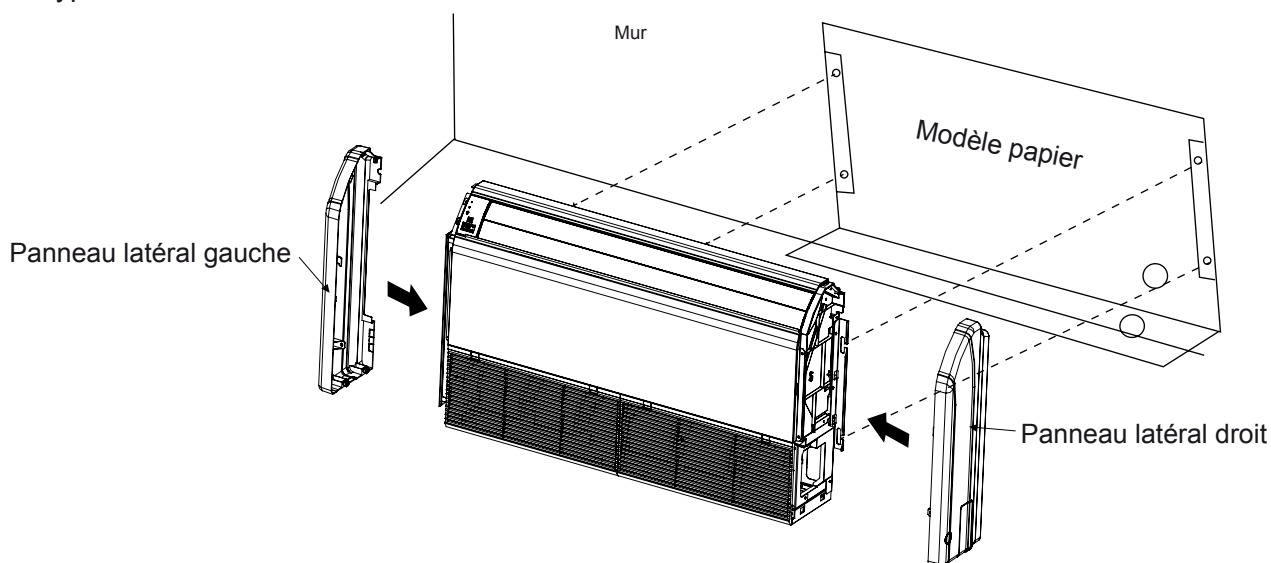

Fig 4.1.2.2
- (5) Reposer et serrer les panneaux latéraux droit et gauche, comme indiqué sur la Fig 4.1.2.3.